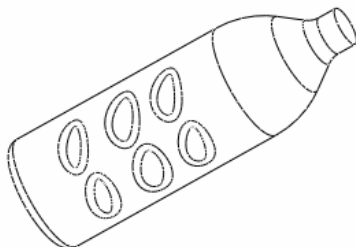

图 34-18
- (6) 单击【完成移动】 【完成】，单击鼠标中键完成特征的复制，如图 34-18 所示。